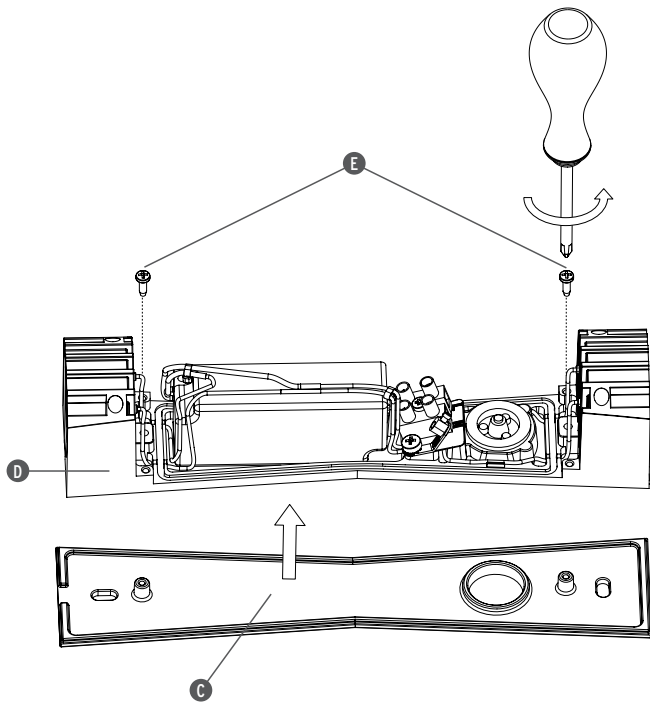

Fig. 2
- <IT> Fig.2 Separare l'attacco a parete (C) dal corpo (D) svitando le viti (E).
- <GB> Fig.2 Separate the wall attachment from the (C) body (D) unscrewing the screws (E).
- <DE> Abb.2 Lösen Sie die Schrauben (E), um den Wandanschluss (C) vom Korpus (D) zu trennen.
- <FR> Fig.2 Séparer l'attache murale (C) du corps (D) en dévissant les vis (E).
- <ES> Fig.2 Separar el soporte de pared (C) del cuerpo (D) desatornillando los tornillos (E).
- <PT> Fig.2 Separar o suporte de parede (C) do corpo (D) desapertando os parafusos (E).
- <RUS> Рис.2 Отделить несущую панель (C) от основной части (D), вывернув винты (E).